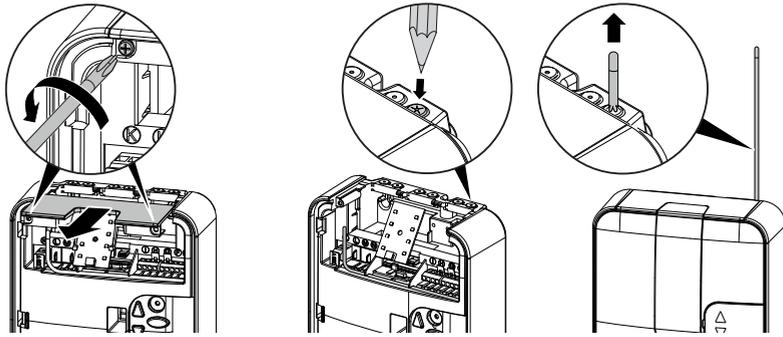

Fig. 4-5 Pose de l'antenne
2. Assurez-vous du positionnement correct de l'antenne (fig. 4-5, page 17).